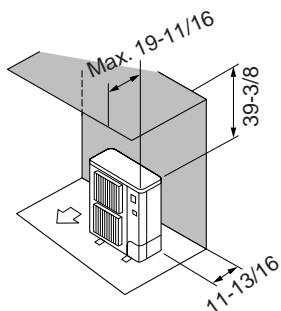

Fig. 2-3
- ② Obstacles uniquement à l'arrière et au-dessus (Fig. 2-3)